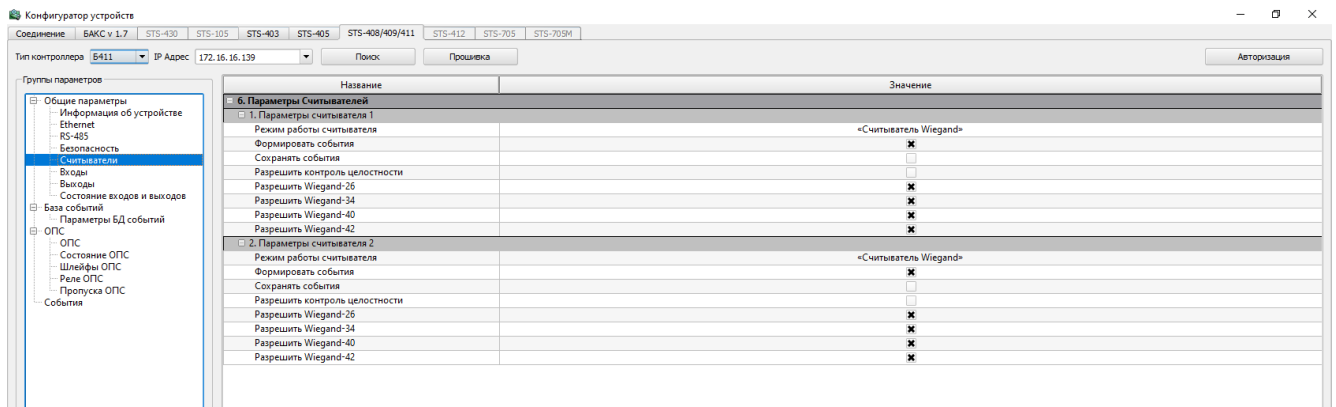

Рисунок 12 – Считыватели
– «Ethernet» - здесь отображается MAC-адрес контроллера, IP-адрес, параметры хостов (рисунок 12).